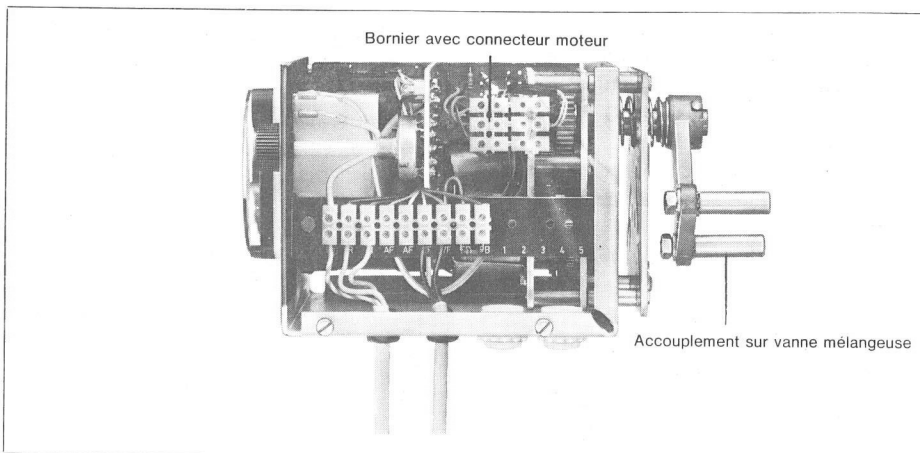

Fig. 5 Centrale ouverte
1. MONTAGE: Fig 5 appareil ouvert, montrant le connecteur du moteur.
L'appareil se fixe sur la vanne mélangeuse au moyen des pièces d'adaptation appropriées. Le connecteur du moteur, sur la Fig 5 doit être embroché dans un sens ou dans l'autre, suivant la disposition de la conduite d'eau de départ de la chaudière. Lors de la livraison, le connecteur est embroché pour un départ d'eau chaude placé à gauche, et le moteur est dans la position »fermé« pour un départ à gauche.